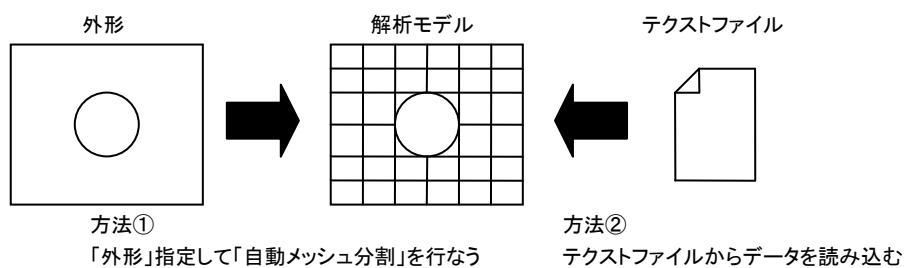

図 6-1-7 解析モデルの作成方法
これが最も一般的なプログラムの使用方法で、図 6-1-7 に「方法①」としてしめしてあります。
しかし、対象とする材の形状によっては、プログラムに用意された機能だけではどうしてもうまくいかないというケースも出てきます。この場合は、あらかじめユーザーが用意した要素データをテキストファイルに書き出し、これをプログラムに読み込ませる、という方法をとることもできます。これが図 6-1-7 にある「方法②」です。
(4) メッシュ分割の注意点